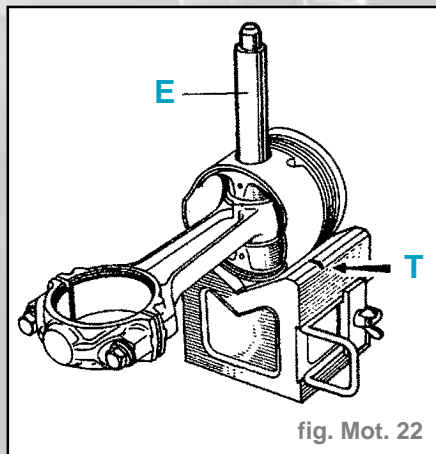

fig. Mot. 22
- Placer le piston sur le "V" du support l'axe aligné avec le trou de dégagement (2 traits (T) de repérage du centre du trou facilitent cet alignement) (fig. Mot. 22)
- Avec le mandrin d'extraction (E), chasser l'axe de piston à la presse.